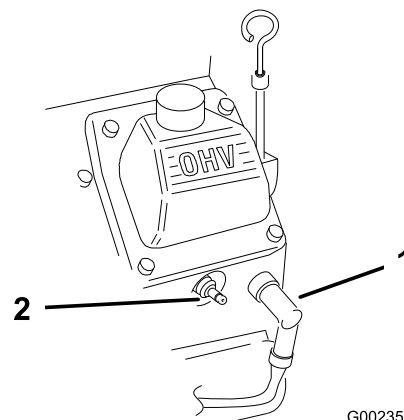

Figure 21
2. Débranchez les fils des bougies (Figure 21).